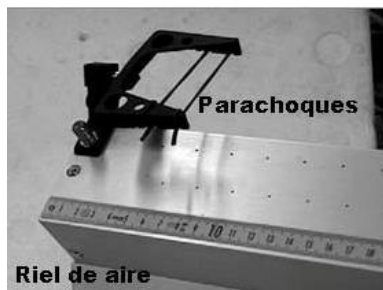

Figura 1. Disposición del parachoques.
1. Verifique que las bandas elásticas (ligas) estén puestas en los parachoques, ubicados en ambos extremos del riel como se observa en la **figura 1**.